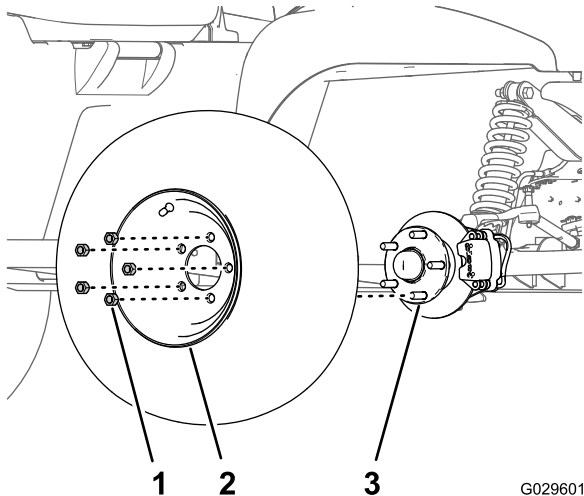

Bild 30
2. Nehmen Sie die fünf Radmuttern ab, mit denen das Rad an der Radnabe befestigt ist (Bild 30).
- Fluchten Sie die Löcher im Rad mit den Bolzen der Nabe aus und montieren das Rad so an der Nabe, dass das Reifenventil außen ist (Bild 30).
- Befestigen Sie das Rad mit den Radmuttern an der Nabe (Bild 30) und ziehen Sie die Muttern bis auf 108-122 Nm an.